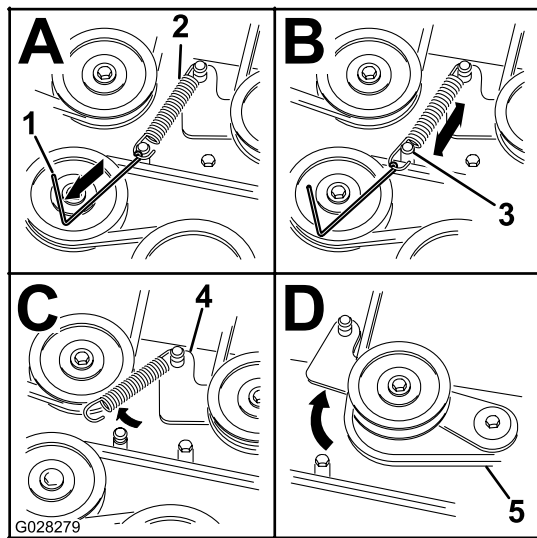

Bild 62
8. Lassen Sie die Federspannung an der gefederten Spannscheibe ab. Siehe Bild 62.
**Hinweis:** Verwenden Sie das Werkzeug zur Federentfernung (Toro-Bestellnummer 92-5771), um die Feder aus der Mähwerkstrebe zu entfernen (Bild 62).